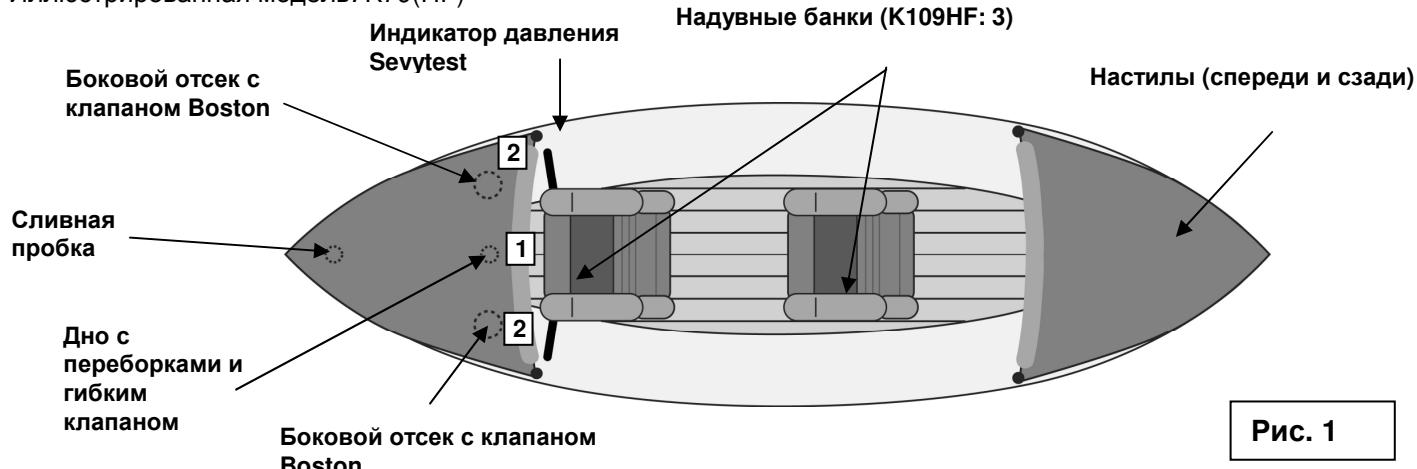

Рис. 1
- Клапан (ы) Boston (рис. напротив): Отвинтите колпачок клапана (1); ввинтите корпус клапана (2) в основание клапана (3); не убирайте колпачок. Вставьте конец шланга насоса в клапан и надувайте до достижения рекомендованного давления (см. пункт 3). После накачивания как следует завинтите колпачки клапанов (по часовой стрелке). **Примечание:** небольшая утечка воздуха до полного закрытия клапанов - нормальное явление, **ГЕРМЕТИЧНОСТЬ** обеспечивается только колпачком клапанов.
2. При надувании продукта соблюдайте установленный порядок надувания, указанный на бирке, наклеенной на продукт (см. также Рис.1, Нумерация клапанов).